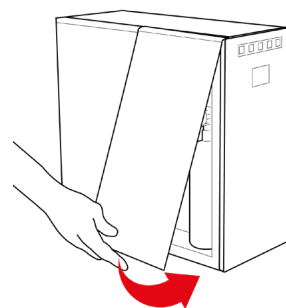

Fig. 2-13
20.4 – Rimontare il pannello laterale in plastica, inserendolo prima nella sede superiore per consentire l'aggancio dello stesso al telaio dell'apparecchio e poi appoggiare la parte inferiore del pannello contro l'apparecchio, vedi Fig. 2-13.